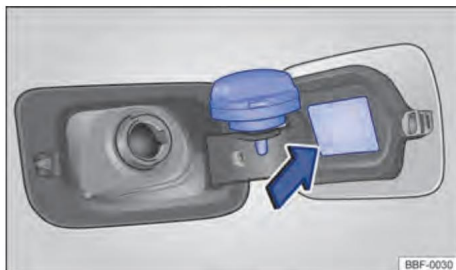

Fig. 132 Trappe du réservoir de carburant ouverte avec le bouchon du réservoir de carburant suspendu.
– Retirer le bouchon du réservoir en le tournant dans le sens inverse des aiguilles d'une montre et l'insérer dans le support de la porte du réservoir → Fig. 132.